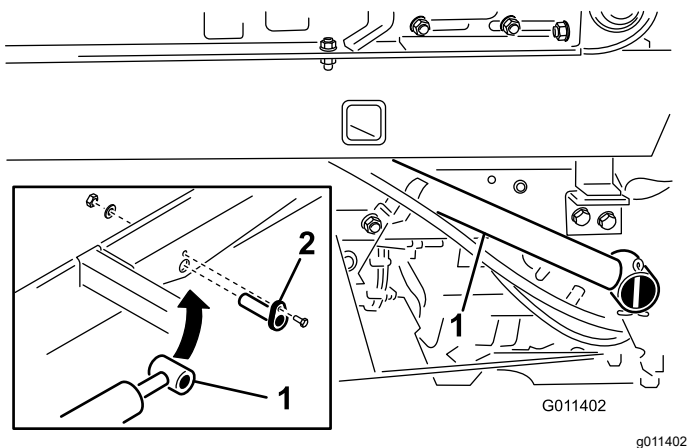

图 12
1. 用保险销将各个提升油缸杆端固定到铺沙机底座上图 12。
2. 用平头螺丝 $\frac{1}{4} \times \frac{3}{4}$ 英寸、扁平垫圈和螺母将各个保险销固定至铺沙机底座上图 12。